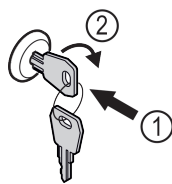

Fig. 46 Representación a modo de ejemplo
- ▶ Introducir la llave Fig. 46 (1).
- ▶ Girar la llave 90° en sentido horario Fig. 46 (2).